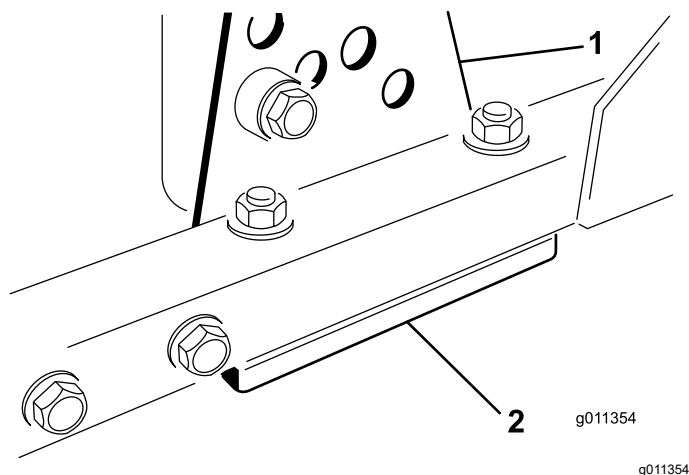

Figura 70
1. Togliete la staffa dell'altezza di taglio (anteriore, sinistra o destra) dal telaio del piatto di taglio (Figura 70).
2. Regolate gli spessori di 1,5 mm e/o 0,7 mm fra il telaio del piatto di taglio e la staffa per ottenere l'impostazione dell'altezza desiderata (Figura 70).